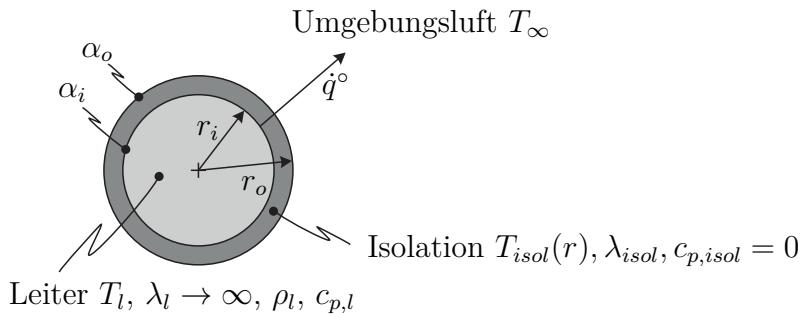

Abbildung 3: Stromdurchflossener Leiter mit elektrischer Isolationsschicht.
3. Betrachtet wird der in Abbildung 3 dargestellte elektrische Leiter mit dem längenbezogenen elektrischen Widerstand  $R'$  (Einheit  $\Omega \text{ m}^{-1}$ ). Der Leiter wird vom zunächst unbekannten Strom  $I$  durchflossen, hat eine homogene Temperatur  $T_l$  und ist mit einer elektrischen Isolationsschicht umgeben. Die Wärmekapazität der elektrischen Isolierschicht ist vernachlässigbar. Die Oberfläche tauscht mit der Umgebung (Lufttemperatur  $T_\infty$ ) Wärme in Form von Konvektion mit dem gemittelten Wärmeübergangskoeffizienten  $\alpha_o$  aus. Der Wärmeübergang an der Kontaktfläche zwischen Leiter und Isolationsschicht wird durch den Wärmeübergangskoeffizienten  $\alpha_i$  charakterisiert.